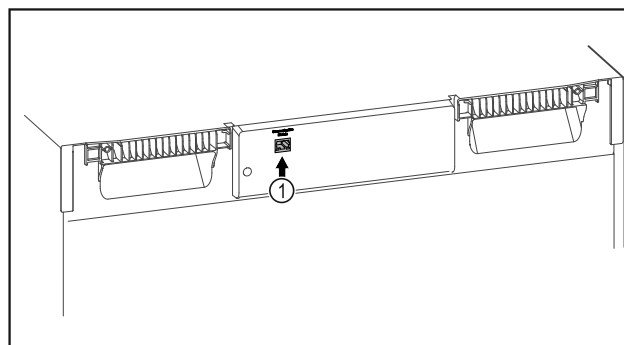

Fig. 115
- Le SmartModule Fig. 115 (1) est installé.